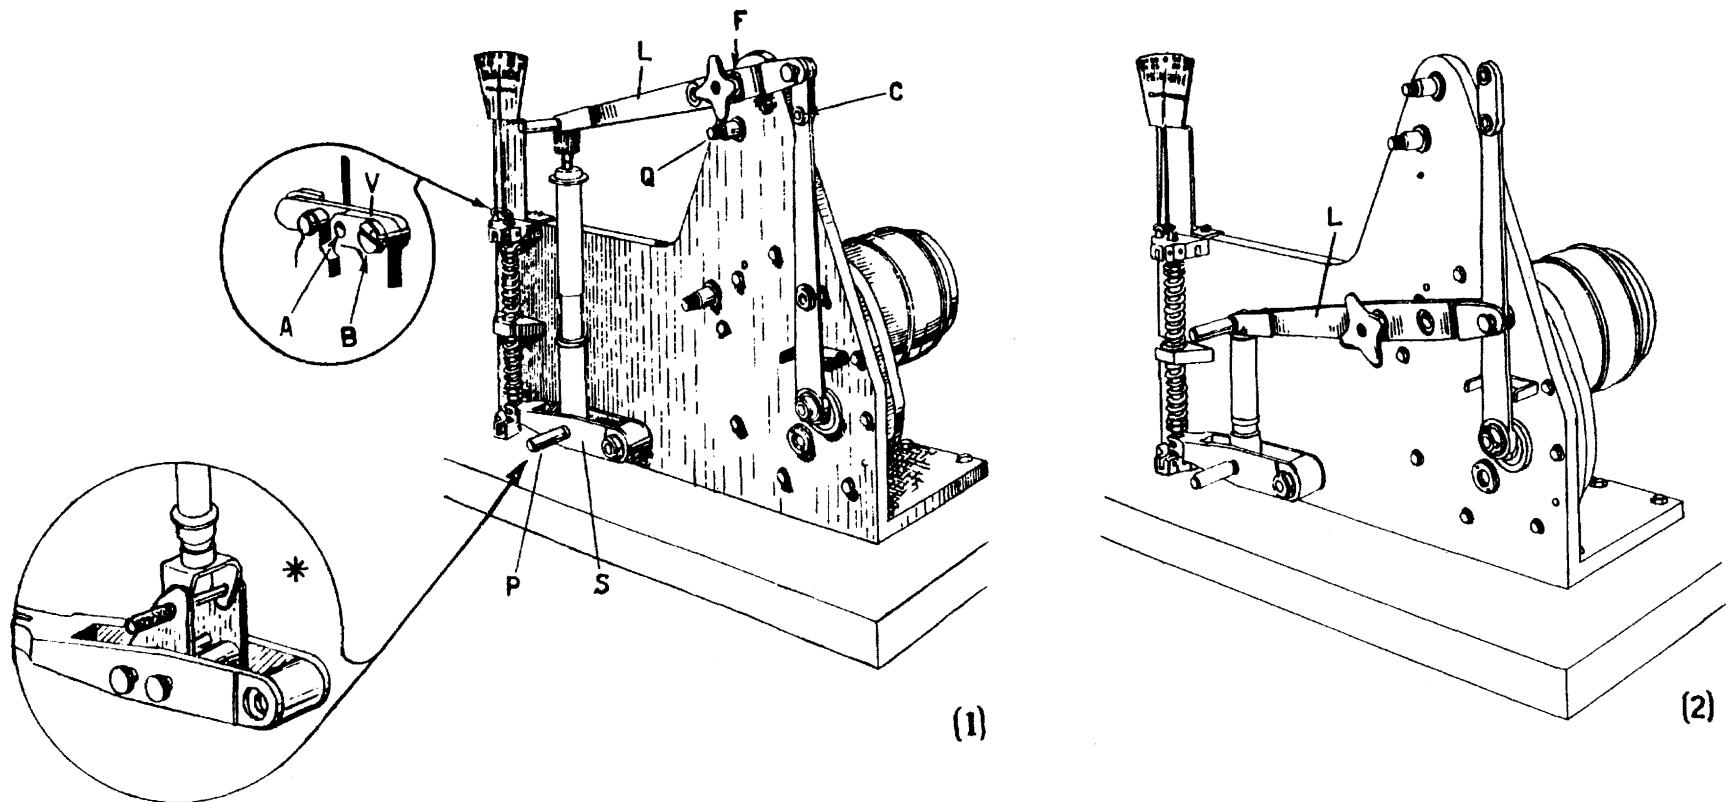

Fig. 59
For obtaining exact load readings during the test it is first necessary to proceed with a preliminary calibration of the coil springs of the test rig as follows (fig. 59).
Durante la prueba, para obtener lecturas exactas de cargas, ejecutar un control preventivo del tarado de los muelles halicoidales del útil; esta operación se efectúa como se indica a continuación (fig. 59) :
N. B. - For connecting the load scale pointer to the tool, the screw « V » (fig. 59) can be inserted in one of two positions « A » or « B » (see detail on said fig.).
N. B. - Para la conexión del índice con el útil, el tornillo « V » (fig. 59) puede insertarse en una de las dos posiciones « A » o « B » (ver detalle en la fig. sobredicha), en relación a las cuales el cuadrante lleva dos escalas de lectura, la una doble de la otra. Los amortiguadores traseros de todos los vehículos, excepto la Vespa G. S. mod. VSB 1, deben montarse como en el detalle 1, los delanteros como en el detalle 2.